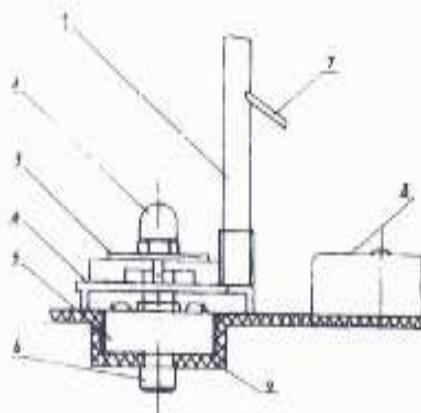

Рисунок 2: Установка узла раздачи
5. Для очистки устройства разлива (мод. РА-18) см. рис. 2: